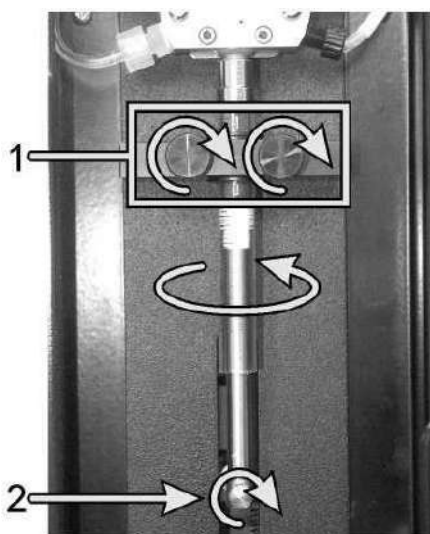

Рисунок 12.14: Установите на место шприц дозатора с зажимным винтом (1) и винтом плунжера (2).
6. Надавите на стеклянную трубку вверх, чтобы зафиксировать ее на клапане шприца дозатора, и одновременно поверните ее на один круг в направлении, показанном на рис. 12.14. Не используйте никаких инструментов для фиксации или укрепления шприца дозатора. Соединение должно быть плотным, иначе в систему будет просачиваться воздух.
7. Затяните два зажимных винта (см. 1 на рис. 12.14), чтобы закрепить трубку шприца дозатора. Зажим шприца дозатора должен находиться на расстоянии около 10 мм от металлической торцевой крышки.
8. Рукой, без применения инструмента затяните винт крепления шприца дозатора к плунжеру (см. 2 на рис. 12.14).